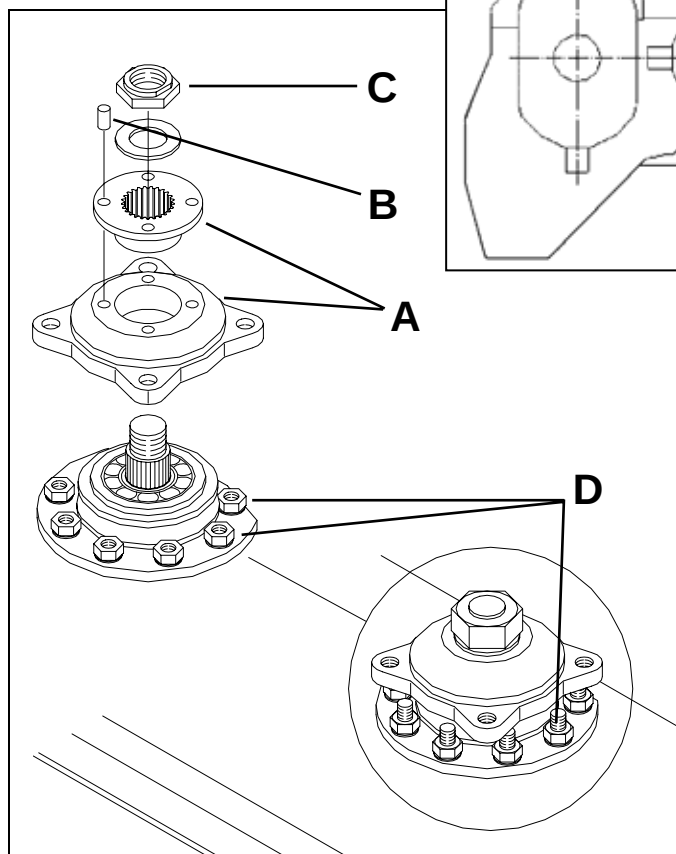

fig.25
ATTENZIONE: serrare i dadi D (fig.25) alla coppia di 35 Nm (3.6 kgm); serrare i dadi C alla coppia di 295 Nm (30 kgm).
ATTENTION: Tighten the nuts D (fig.25) to a torque setting of 35 Nm (3.6 kgm); tighten the nuts C to a torque setting of 295 Nm (30 kgm).
ATTENTION: serrer les écrous D (fig.25) au couple de 35 Nm (3.6 kgm); serrer les écrous C au couple de 295 Nm (30 kgm).
ATENCIÓN: apretar las tuercas D (fig.25) al par de 35 Nm (3.6 kgm); apretar las tuercas C al par de 295 Nm (30 kgm).
ACHTUNG: Die Muttern D (Abb.25) bei einem Drehmoment von 35 Nm (3.6 kgm) anziehen; Die Muttern C bei einem Drehmoment von 295 Nm (30 kgm) anziehen.
Il dispositivo evita danneggiamenti agli organi interni della barra in caso di urti accidentali contro ostacoli, tranciando i 4 perni di sicurezza **B** (fig.25).
- smontare il disco portacoltelli e allentare il dado **C** (fig. 25);
A questo punto è possibile rimontare tutti i particolari sulla macchina, **assicurandosi che il disco portacoltelli risulti in fase con gli altri**. Bloccare il dado **C** (M24) con coppia di serraggio di 30 kgm (fig.25).
This device prevents damage to the internal parts of the bar in the case of accidental banging against some obstacle which would break the 4 safety pins **B** (fig.25).
- disassemble the blade support disk and loosen nut **C**, (fig.25);
At this point all parts can be re-assembled on the machine, **making sure that the blade support disk is correctly lined up with the others**. Block nut **C** (M24) with a 30 kgm torque (fig.25).
Le dispositif évite des dommages aux organes internes de la barre en cas de chocs accidentels contre les obstacles, en découpant les 4 pivots de sécurité **B** (fig.25).
- démonter le disque porte-couteaux et desserrer l'écrou **C**, (fig.25);
A ce point on peut replacer tous les détails sur la machine, **tout en s'assurant que le disque porte-couteaux résulte en phrase avec les autres**. Bloquer l'écrou **C** (M24) avec un couple de serrage de 30 kgm (fig.25).
El dispositivo evita daños en los órganos internos de la barra en caso de choques accidentales contra obstáculos, cortando los 4 pernos de seguridad **B** (fig.25).
- desmontar el disco porta-cuchillos y aflojar la tuerca **C**, (fig.25);
Ahora se pueden volver a montar todas las piezas en la máquina **asegurándose de que el disco portacuchillos esté en fase con los otros**. Sujetar la tuerca **C** (M24) con par de torsión de 30 Kgm (fig.25).
Diese Einrichtung schließt Beschädigungen an den Innenteilen des Balkens bei ungewollten Stößen gegen Hindernisse aus, indem die vier Sicherheitsbolzen **B** (Abb.25) abgekappt werden. Bei einem Stoß ist zur Wiederherstellung der Maschinenfunktion wie folgt vorzugehen:
- die Messerscheibe ausbauen und die Mutter **C** (Abb.25) lockern;
Nun können alle Maschinenteile wieder eingebaut werden. **Dabei ist sicherzustellen, dass die Messerwelle phasengleich zu den anderen Wellen steht**. Die Mutter **C** (M24) mit einem Anzugsmoment von 30 kgm (Abb.25) anziehen.